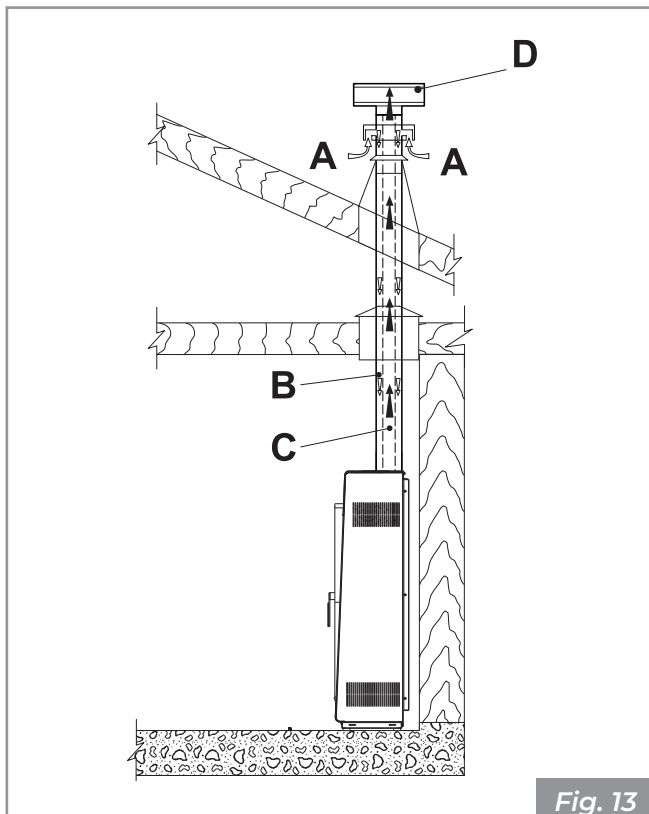
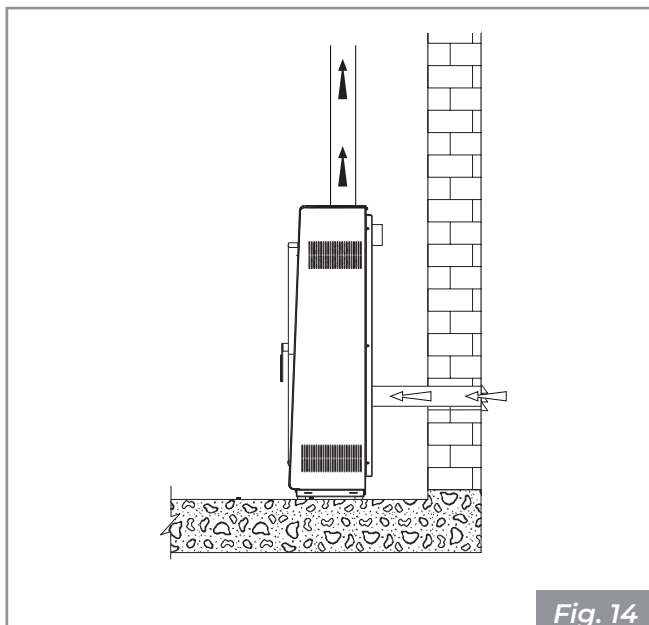

Fig. 13
Fig. 14
- provenire direttamente dall'esterno con collegamento diretto alla camera di combustione (**Fig. 13 - Fig. 14**).
- canalizzare l'aria comburente sfruttando un tubo di scarico coassiale per l'espulsione dei fumi e il prelievamento dell'aria (Fig. 13 - **A, B** = Ingresso aria, **C, D** = Uscita fumi); pertanto non è necessario fare una classica presa d'aria nel locale;
- collegare l'ingresso dell'aria comburente dell'apparecchio alla presa d'aria con un apposito condotto (Fig. 14).